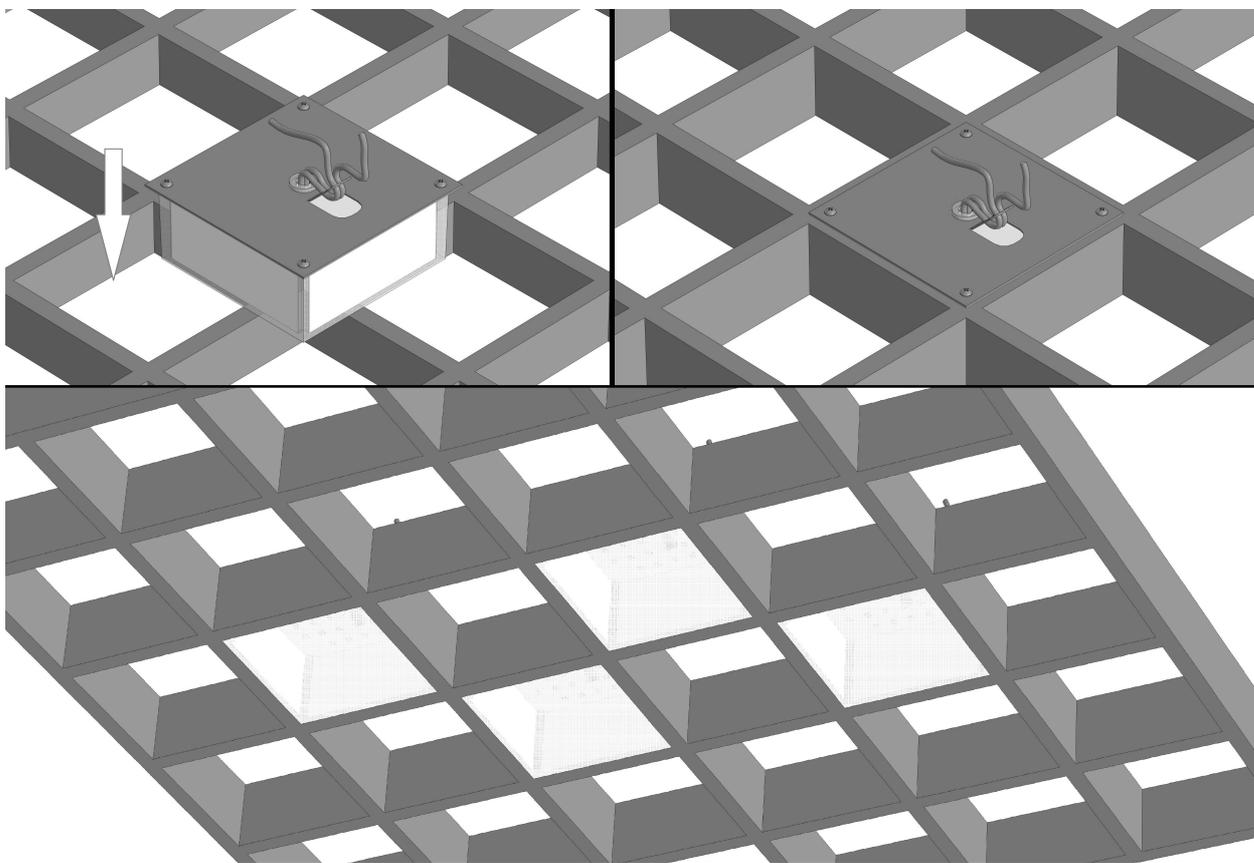

Рисунок 4 - Схема установки светильников ДВО33 потолок
5.3 Установите светильник на опорную поверхность (см. рисунок 4).